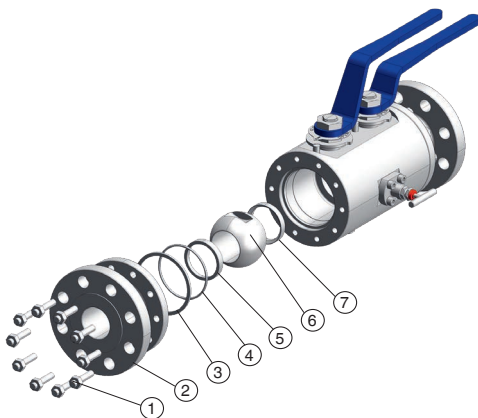

Fig. 1 - Sustitución de anillos de estanqueidad y asientos de bolas
1. Introduzca el asiento de la bola (fig.1, 7) en la zona de asiento del cuerpo de la válvula.
7. Introduzca la bola (fig. 1, 6) en la posición cerrada de forma que quede en la posición correcta debajo del bulbo sin caer dentro.
8. Coloque la junta de estanqueidad (fig. 1, 3) en la conexión de cierre (fig. 1, 2).
9. Coloque la junta tórica (fig. 1, 4) en la conexión de cierre (fig. 1, 2).
11. Introduzca el asiento esférico (fig. 1, 5) en la ranura de la conexión de cierre (fig. 1, 2).
12. Mantenga la bola (fig.1, 7) en posición cerrada y coloque la conexión de cierre (fig. 1, 2) en el cuerpo de la válvula.
13. Apriete los pernos roscados y las tuercas (fig. 1, 1).